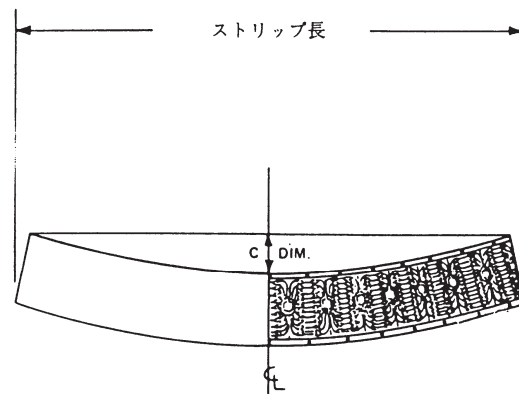

図 1
3.1.2 横曲り (camber) — リードフレームストリップ端の曲率 (図 1 参照)